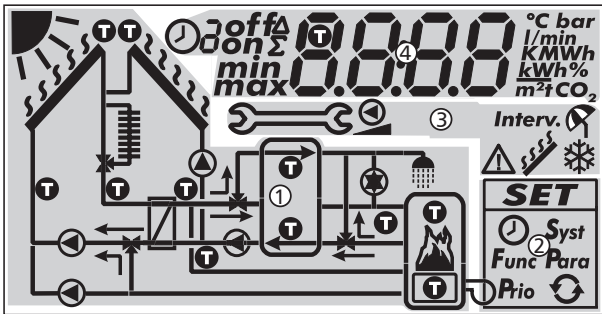

Abb. 7: Übersicht über die Bereiche der Anzeige (alle Elemente sichtbar)
Nachstehende Tabelle beschreibt die Symbole in der Systemgrafik (① in Abb. 7).
Das Einstellmenü (② in Abb. 7) enthält folgende Einträge:
Nachstehende Tabelle beschreibt die Piktogramme für Funktionen (③ in Abb. 7).
Die Anzeige der Betriebs- und Einstellwerte (④ in Abb. 7) besteht aus folgenden Elementen:
①	Symbol für die Zeitsteuerung von Funktionen. Das Symbol wird angezeigt wenn: - eine Zeitbegrenzung/-steuerung eingestellt wird - der Status der Zeitbegrenzung/-steuerung angezeigt wird - die Zeitbegrenzung eine Temperatursteuering blockiert (Symbol blinkt)
②	Nummer des Zeitfensters, das gerade im Einstellmenü eingestellt/angezeigt wird oder in dem sich die aktuelle Uhrzeit gerade befindet. Die Zeitsteuerung einer Funktion besteht aus 1 oder 3 einstellbaren Zeitfenstern. Beispiel: Zeitfenster 1: 06:00 – 08:00 Zeitfenster 2: 11:00 – 12:30 Zeitfenster 3: 17:00 – 19:00
③	Zusatzinformationen: on, off: Schaltzustand/Schaltbedingung ein, aus max, min: maximaler Wert, minimaler Wert Σ: aufsummierter Betriebswert seit der ersten Inbetriebnahme, nicht zurücksetzbar Δ: aufsummierter Betriebswert seit dem letzten Rücksetzen auf 0
④	Symbol wird angezeigt, wenn beim Einstellen einer Funktion ein Temperaturfühler gewählt ist.
⑤	Anzeige von: - Messwerten - Einstellwerten - Fehlercodes - weiteren Informationen, z. B. Software-Version
⑥	Physikalische Einheit des in ⑤ angezeigten Werts: °C, K, l/min, %, h, kWh, MWh, tCO ₂